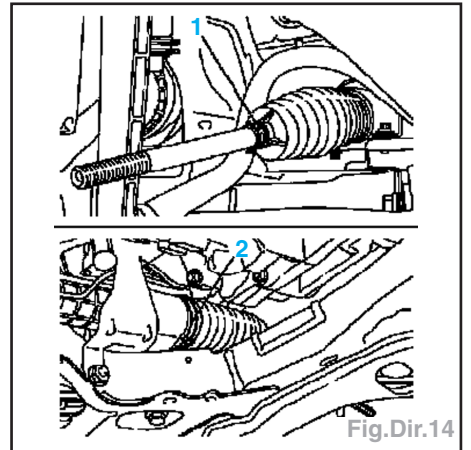

Fig.Dir.14
- Desserrer les colliers et les bandes (1 et 2) et retirer le soufflet (3) (Fig.Dir.14).